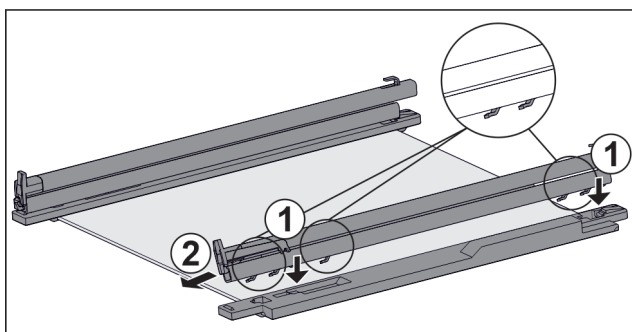

Fig. 156 Skleněná deska s kolejničkami a přídržnými díly
- ▶ Nasadte háčky kolejničky na otvory **levého** přídržného dílu. Fig. 156 (1)
- ▶ Vytáhněte kolejničku dopředu. Fig. 156 (2)
- ▶ Nasadte háčky kolejničky na otvory **pravého** přídržného dílu. Fig. 156 (1)